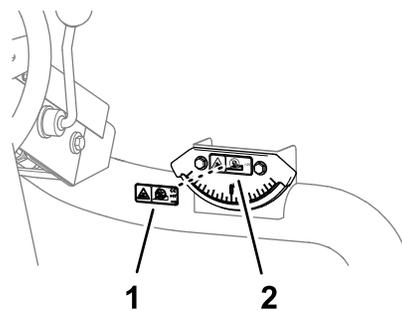

Figure 39
1. Essuyez soigneusement l'autocollant de basculement sur l'indicateur d'inclinaison avec un chiffon imbibé d'alcool, et laissez-le sécher (Figure 39).
2. Retirez la pellicule protectrice au dos de l'autocollant de danger de basculement CE et appliquez l'autocollant sur l'indicateur d'inclinaison (Figure 39).